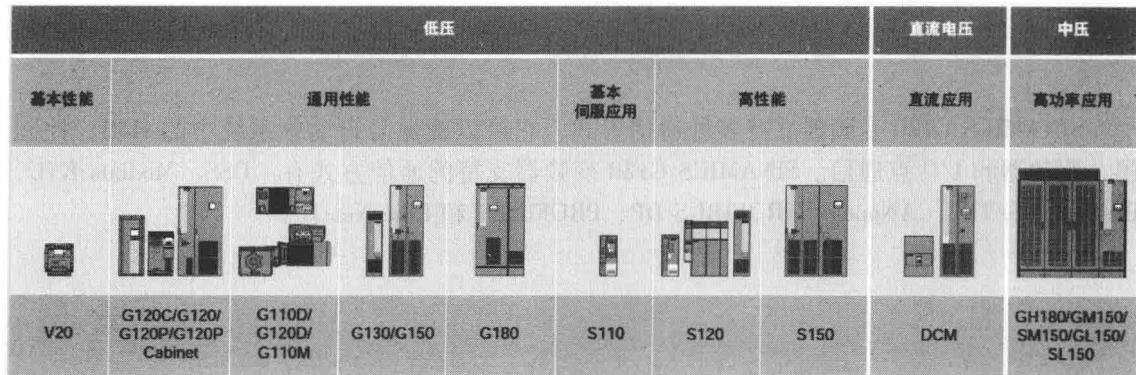

图 1-1 SINAMICS 系列驱动产品
- SINAMICS DCM 是 SINAMICS 系列驱动器中的新一代直流调速器。与以往产品相比更具有通用性和可扩展性，SINAMICS DCM 不仅可以实现基本调速要求，而且还可以满足较高的调速控制要求。SINAMICS 系列驱动产品如图 1-1 所示。